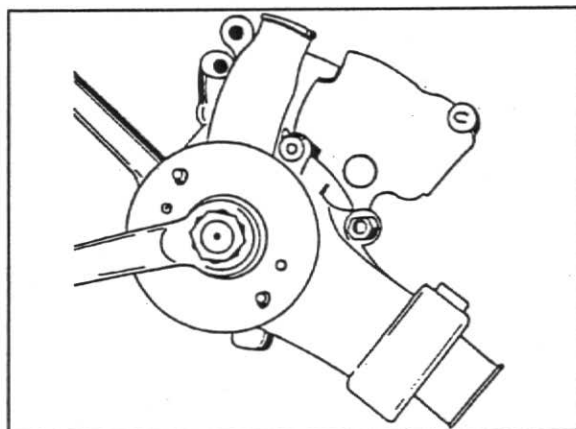

Fig. 6
2. Retire a porca de fixação da polia com auxílio da ferramenta nº 8130014, fig.6.